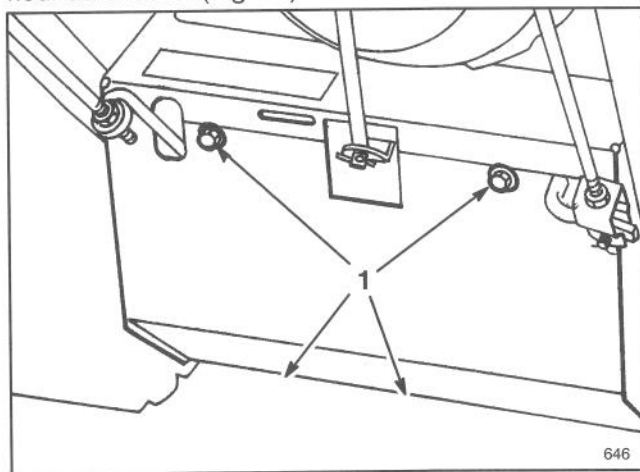

Figure 26
6. Retirez les (4) vis de fixation du couvercle inférieur au châssis (Fig. 26) et retirez le couvercle.
2. Retirez les (4) vis de fixation du couvercle inférieur au châssis (Fig. 26) et retirez le couvercle.